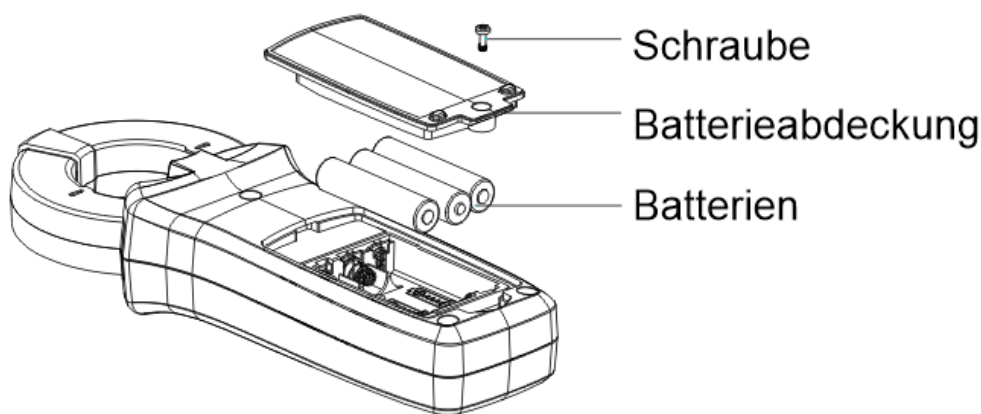

Abbildung 3
2. Batterieinstallation oder -wechsel (Abbildung 3)